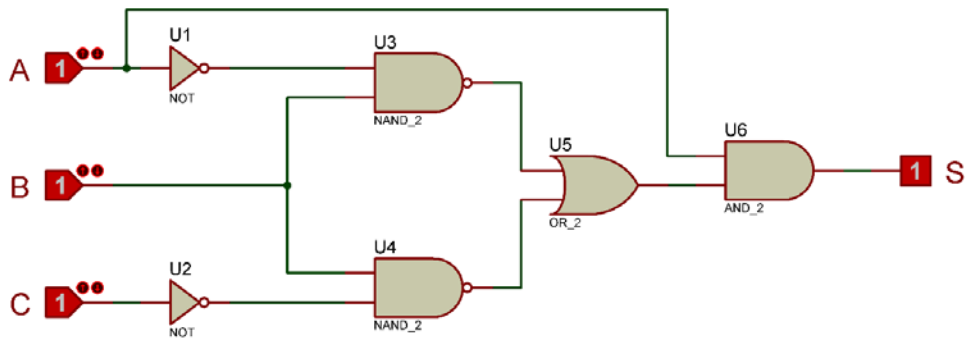

Figura 2 Circuito digital combinacional 2
20.- Se modifica el circuito añadiendo la puerta AND representada por U6 (ver Figura 2). Para esta modificación del circuito digital combinacional, ¿Cuál será el mapa de Karnaugh que representará el nuevo circuito de la Figura 2?
21.- Para la modificación del circuito digital combinacional de la Figura 2, ¿Cuál será la función lógica de salida que representará el nuevo circuito de la Figura 2?
22.- ¿Cuál será el circuito lógico simplificado del nuevo circuito de la Figura 2?